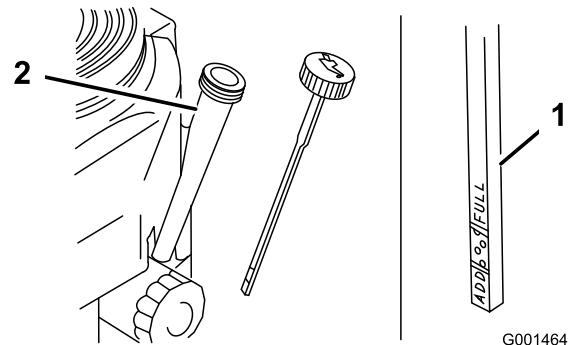

Figura 24
4. Limpie alrededor de la varilla de aceite (Figura 24) para impedir que caiga suciedad por el orificio de llenado y cause daños en el motor.
5. Desenrosque la varilla de aceite y limpie el extremo (Figura 24).
6. Deslice la varilla a fondo en el tubo de llenado, pero no la enrosque en el tubo (Figura 24).
- Vierta lentamente un 80% aproximadamente de la cantidad especificada de aceite por el tubo de llenado (Figura 24).